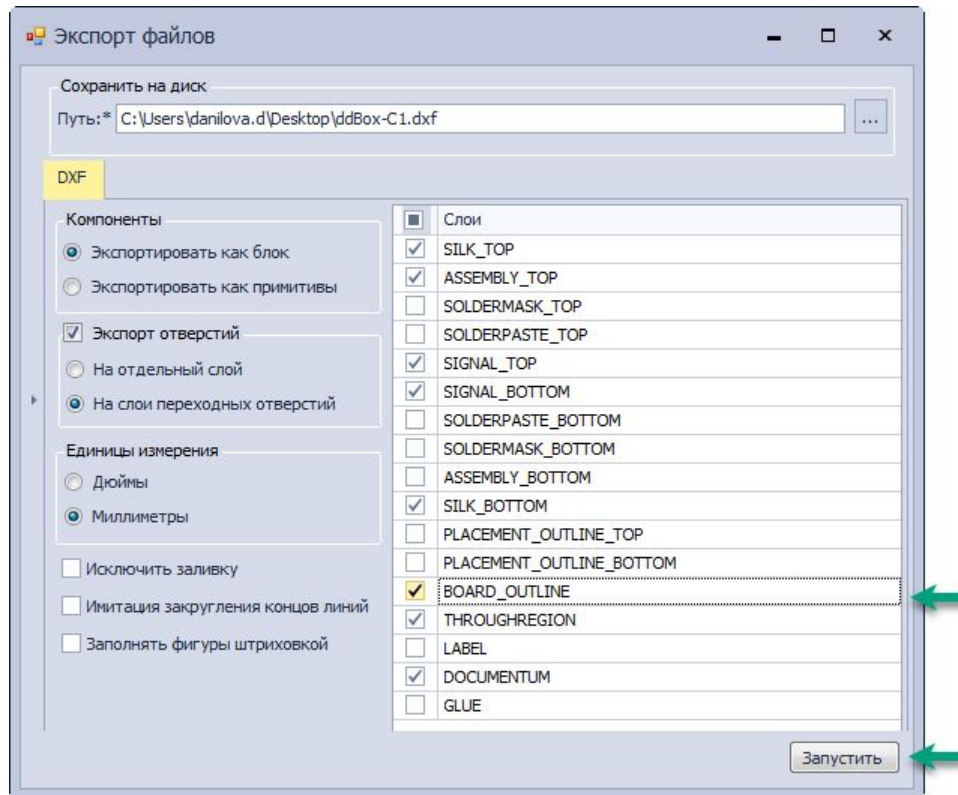

Рис. 78 Выбор слоев для экспорта в формате DXF
3. Заполнить настройки для слоев при экспорте, расположенные в правой части окна. Напротив необходимого слоя для экспорта -> установить флаг, см. Рис. 78.